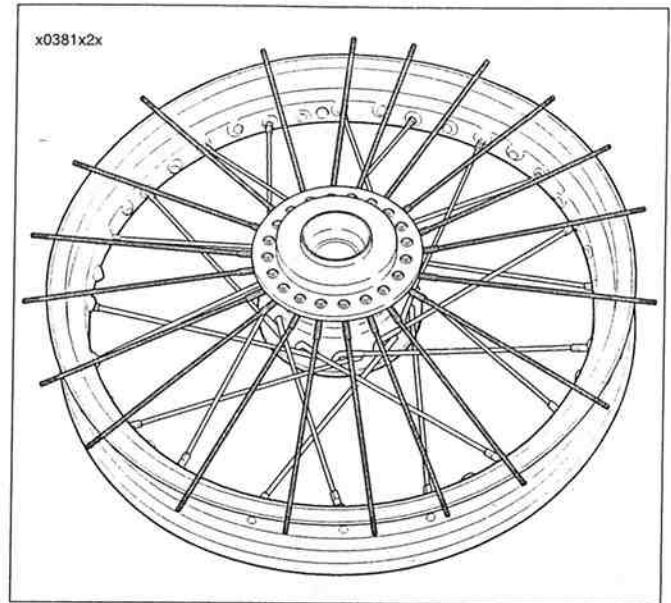

Figura 2-37. Extensión en abanico de los rayos del reborde superior
14. Vea la Figura 2-37. Deshaga cada manojo superior de rayos y extiéndalos (en una secuencia de estrella) alrededor del borde superior del aro.